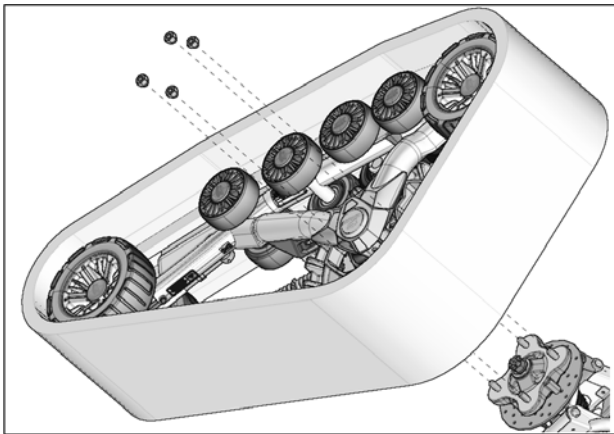

Fig. 11
6. Au moyen des écrous de roue d'origine du véhicule, boulonner chaque système de traction au moyen de roue avant. La marche à suivre et les précautions sont les mêmes qu'à l'arrière. Voir la Fig. 11
10. Fixer le système de traction au moyen de roue arrière. Utiliser les écrous de roue d'origine du véhicule. Voir la Fig. 11